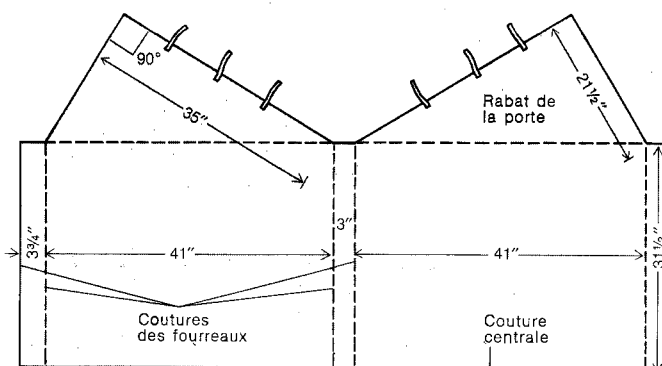

Fig. 2. Patron de la tente.
Cette tente-jouet est faite de tissu de coton de 54" de large. Taillez deux pièces aux dimensions données (fig. 2) et assemblez-les par une couture centrale. Allouez 3/4" de plus pour les ourlets et les coutures. Coupez le goujon du faite (1), les tringles des bouts (2) à 65" de long, et les supports (3), à 36", tous dans du goujon de 1" de diamètre. Fixez des pitons dans les bouts du goujon de faite et des tringles des bouts et des vis à tête ronde au bout des supports. Retenez-les au sol avec des brochettes.